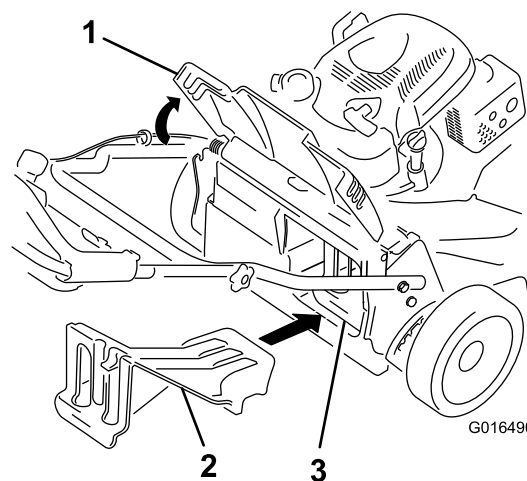

Figure 25
- Si l'obturateur d'éjection arrière n'est pas installé, saisissez-le par la poignée, relevez le volet arrière et insérez-le dans la goulotte d'éjection arrière jusqu'à ce que le dispositif de verrouillage s'enclenche ; voir Figure 25.
Important: Assurez-vous que l'obturateur d'éjection arrière est en place avant de procéder au recyclage (Figure 25).